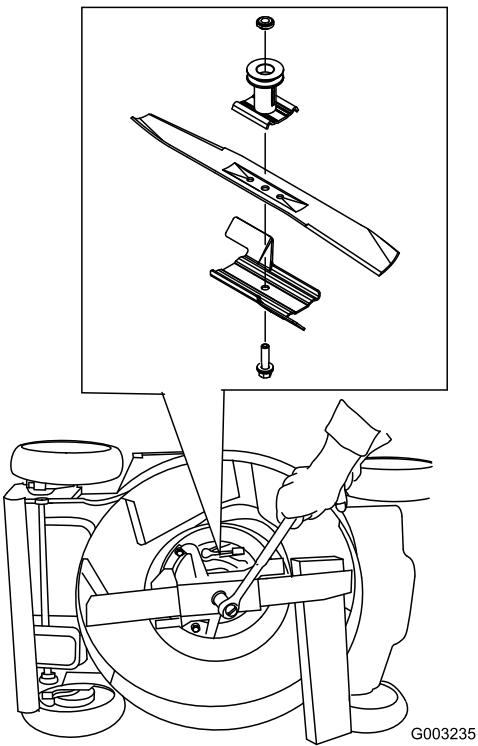

Figura 42
- Usate un blocco di legno per tenere ferma la lama (Figura 42).